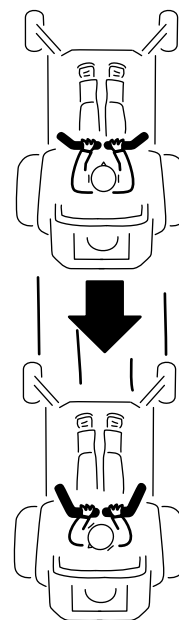

Figura 23
2. Para andar para trás, puxe as alavancas de controlo do movimento para trás (Figura 23).